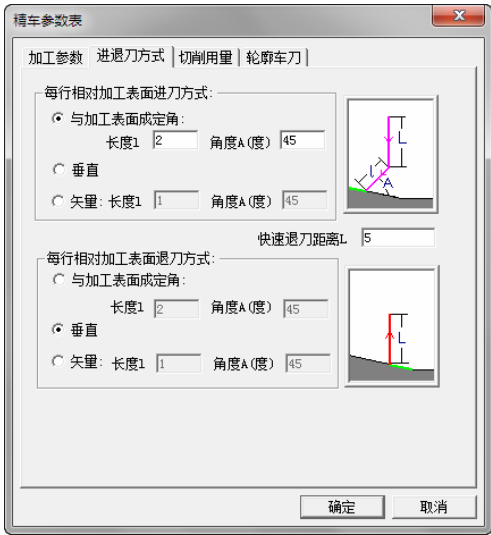

图 4-200 精车外圆进退刀方式参数设定
2) 单击“进退刀方式”选项卡，设置具体参数，每行相对加工表面进刀方式：与加工表面成定角，长度 $l=2$ ，角度 $A=45$ ；每行相对加工表面退刀方式：垂直，如图 4-200 所示。